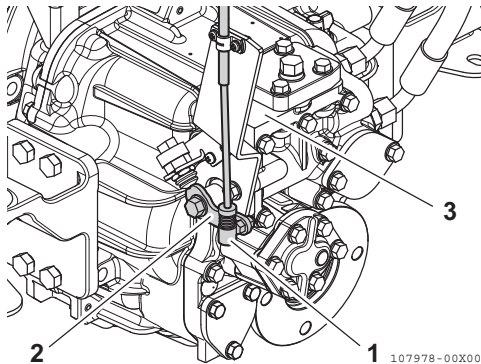

Figura 5
1. Asegúrese de que la palanca de control remoto (**Figura 5, (2)**) se mueve a la posición correcta cuando la palanca está en las posiciones PUNTO MUERTO, AVANTE y MARCHA ATRÁS. Utilice la posición PUNTO MUERTO como estándar para los ajustes.
2. Para ajustar, afloje y vuelva a apretar el conector del cables (**Figura 5, (1)**).